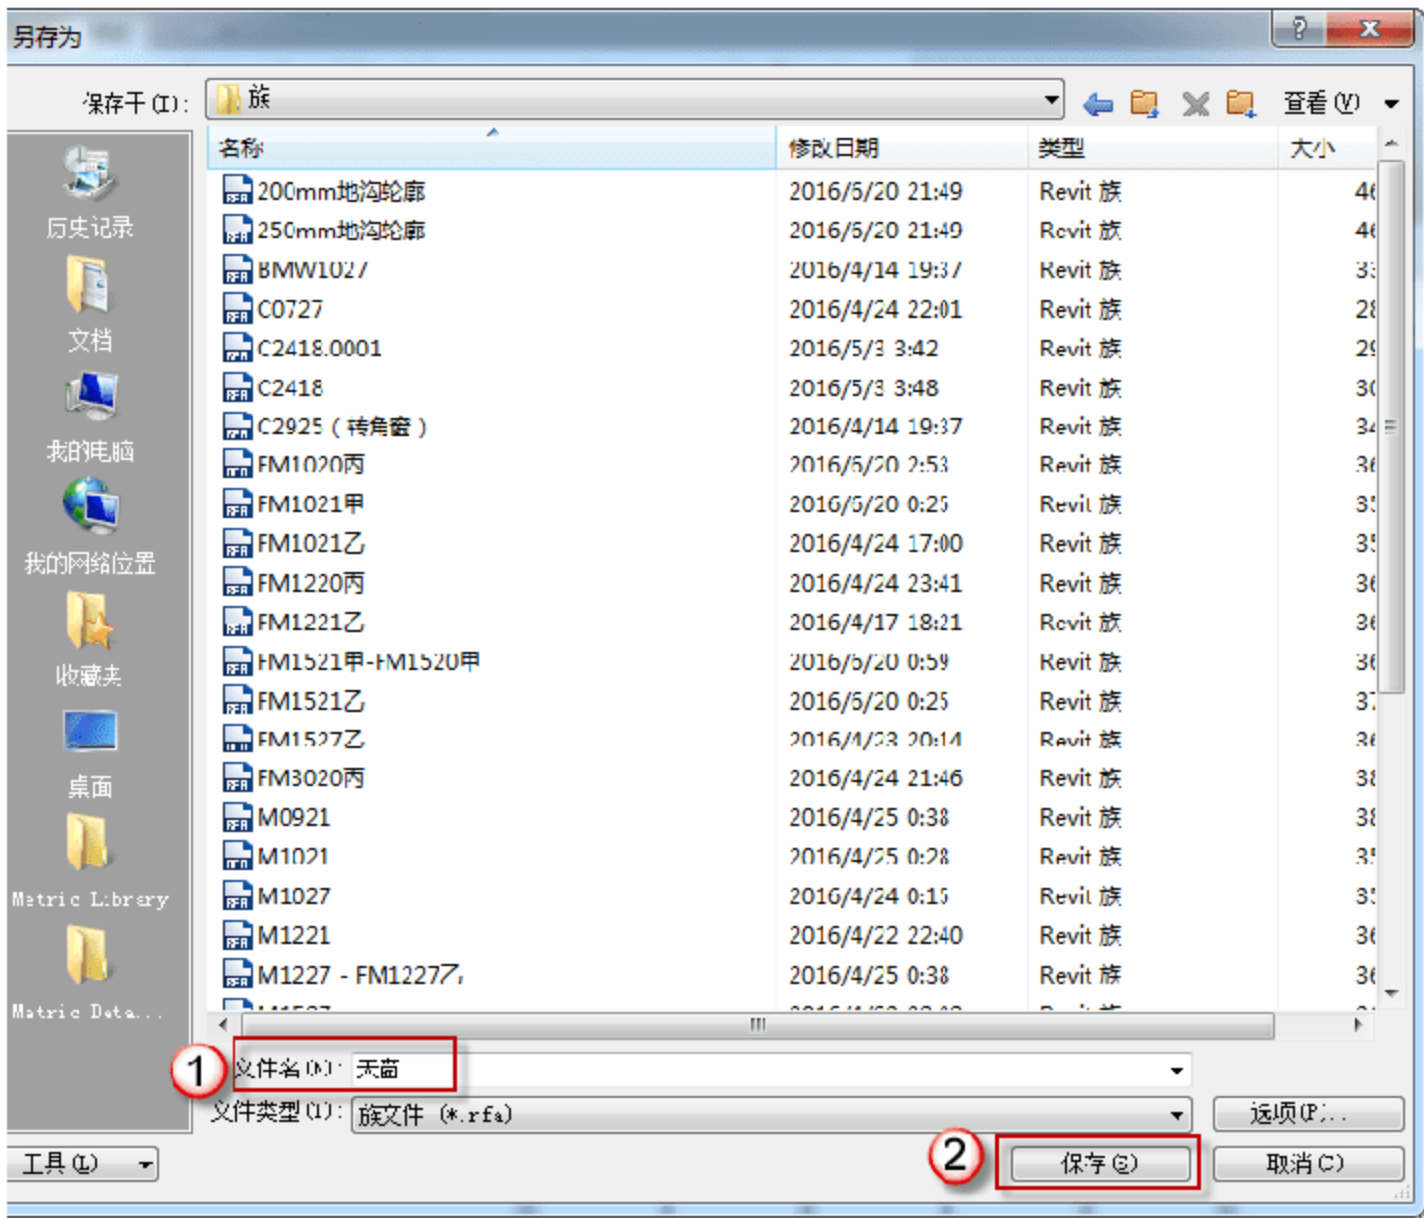

图 12.1.50 保存天窗族
(23) 保存天窗族。选择“程序”→“另存为”→“族”命令，弹出“另存为”对话框，在“文件名”后输入“天窗”字样，单击“保存”按钮，如图 12.1.50 所示。